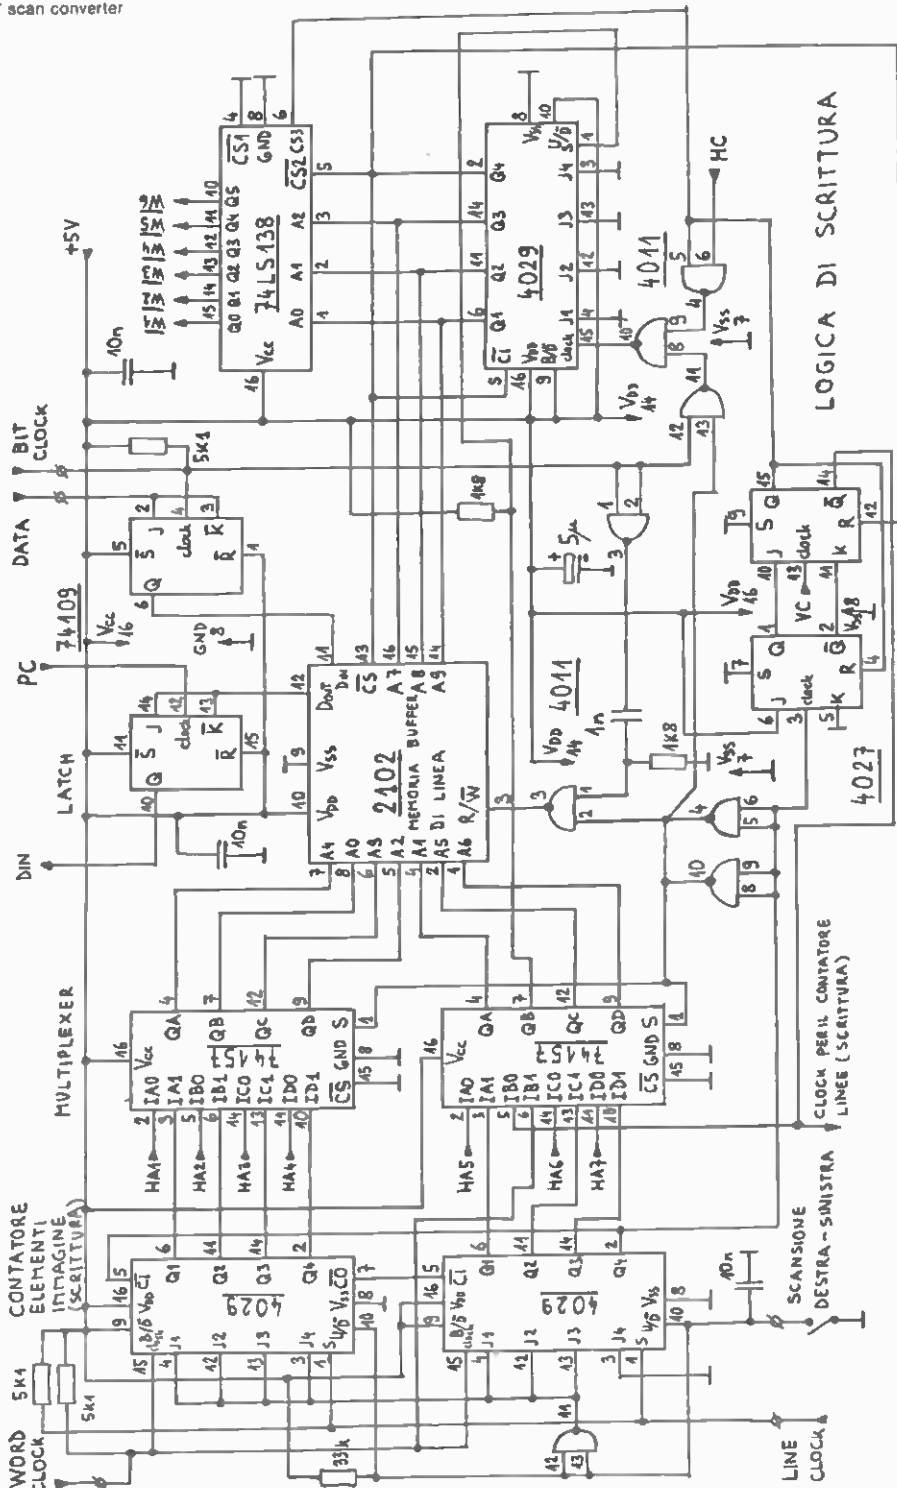
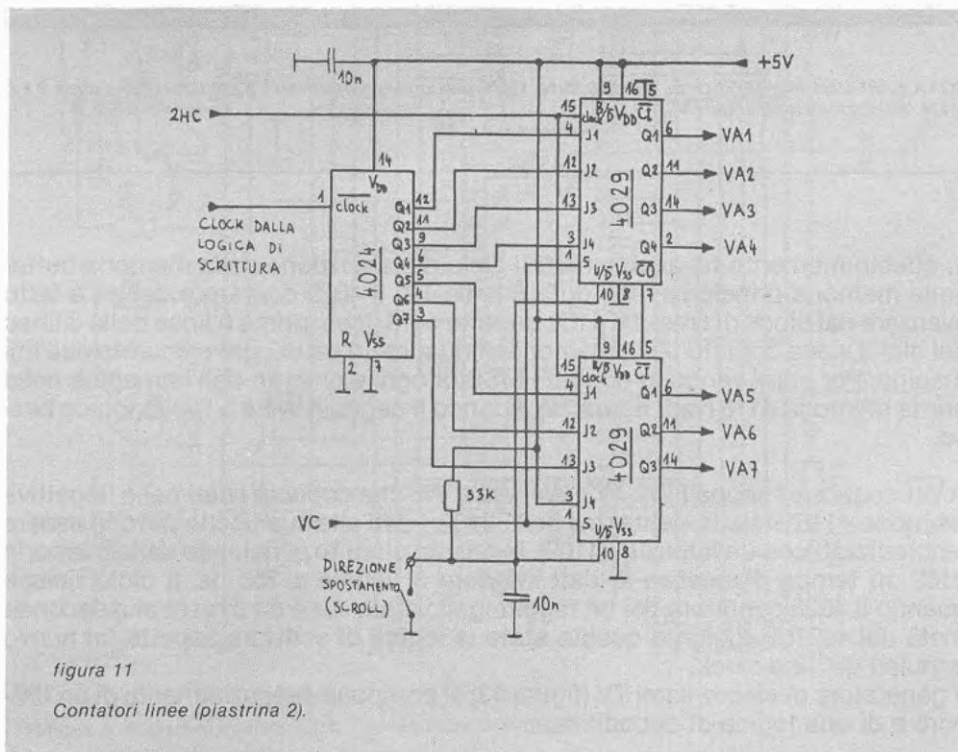

figura 10
figura 11
I segnali provenienti dall'interfaccia APT: data, bit-clock, word-clock e line-clock, contengono tutte le informazioni necessarie: dove e cosa scrivere nella memoria principale di quadro. Poiché era relativamente difficile scrivere direttamente nella memoria di quadro senza disturbare la lettura e quindi l'immagine riprodotta sul TV monitor, ho impiegato una memoria buffer di linea. L'informazione di una linea viene prima scritta in questa memoria ausiliaria e poi, al momento opportuno, durante la ritraccia verticale TV, occorre copiare questa informazione nella memoria principale di quadro. La logica di scrittura (vedi figura 10) viene resettata dal livello alto del line clock.
Il ciclo di scrittura inizia con il livello alto del line-clock, che dà il preset al contatore degli elementi d'immagine di scrittura, composto dai due 4029 connessi in cascata. L'uscita Q4 del secondo 4029 va a zero. Questa uscita comanda, tramite un buffer, il multiplexer (i due 74157) e quando è a zero logico, il multiplexer trasferisce il contenuto del contatore degli elementi d'immagine di scrittura agli address della 2102, inoltre abilita il conteggio di questo contatore (\overline{CI} del primo 4029 è collegato a Q4 del secondo 4029). Il word-clock dà il reset al 4029 contatore dei bit (a destra su figura 10). I dati, provenienti dall'interfaccia APT in for-
Quando il circuito viene impiegato assieme all'interfaccia APT, il contatore dei bit 4029 riceve l'impulso del reset esattamente quando dovrebbe raggiungere lo stato «8». La logica descritta può però tornare molto utile in altri impieghi, per esempio HRPT. L'impulso di word-clock fa anche avanzare il contatore degli elementi d'immagine, perciò i nuovi dati della nuova parola (nuovo elemento dell'immagine) saranno scritti in nuove locazioni della memoria 2102. Dopo 128 impulsi di word-clock la memoria buffer è piena e il suo contenuto può essere copiato nella memoria principale. L'uscita Q4 del secondo 4029 del contatore degli elementi d'immagine va a 1 logico e ferma il contatore in questo stato. Il multiplexer collega gli address della 2102 in parallelo agli address orizzontali (HA1 + HA7) della memoria di quadro. Viene inoltre disabilitata la scrittura nella 2102. Il doppio flipflop 4027 sincronizza la trascrizione dei dati nella memoria di quadro con la ritraccia verticale (di quadro) TV. La prima metà del 4027 (a sinistra su figura 10) riceve l'impulso di clock dall'uscita Q4 del secondo 4029 del contatore degli elementi d'immagine e la sua uscita Q va a livello logico 1. La seconda metà del 4027 copia il contenuto della prima metà quando riceve l'impulso di clock (VC) sincronizzato con la ritraccia verticale TV e dà immediatamente il reset alla prima metà, inoltre fa avanzare il contatore delle linee di scrittura (figura 11) in modo da scrivere in una nuova linea della memoria di quadro.
L'idea mi è venuta osservando il funzionamento dei terminali video alfanumerici dei computer: quando lo schermo è già pieno di testo e si scrive una nuova linea, scompare la linea più in alto e tutte le rimanenti linee del testo si spostano d'una linea in su per dare posto alla nuova linea. Il meccanismo viene chiamato «scroll» e naturalmente è applicabile anche agli scan converters: le nuove linee dell'immagine appaiono (ad esempio) nel fondo dello schermo del TV monitor spostando in su le linee precedenti che alla fine scompaiono in cima. Per spostare le linee già scritte in memoria in su o in giù sullo schermo non è però necessario trascrivere i dati da alcune locazioni della memoria in altre locazioni, basta giocare sugli address in fase di lettura. Il «trucco» è presentato in figura 11. Il 4024 è il contatore delle linee in fase di scrittura, le sue uscite sono collegate ai «preset inputs» dei due 4029, che compongono il contatore delle linee in fase di lettura e forniscono gli address verticali (VA1 + VA7). Supponiamo che l'interruttore «direzione spostamento» sia chiuso, e di conseguenza i due 4029 contino indietro. Supponiamo, anche, che il 4024 abbia raggiunto il numero N. Il clock verticale (VC) presetta i due 4029 al numero N. Quando il VC torna a livello basso, i due 4029 incominciano a contare: N, N—1, N—2, N—3, ... e così via, e al TV monitor vengono inviate le linee nello stesso ordine, N, N—1, N—2, N—3, ... e così via fino alla fine del quadro, quando il VC torna alto e dà di nuovo il preset ai due 4029. Prima che una nuova linea venga iscritta nella memoria di quadro, il contatore 4024 riceve un impulso di clock e il conteggio raggiunge N + 1. Poiché l'iscrizione di una nuova linea avviene durante il periodo di ritraccia verticale, quando il VC è alto, i due 4029 sono «forzati» a N + 1 e la nuova linea viene iscritta nella locazione N + 1. I due 4029 conteranno poi: N + 1, N, N—1, N—2, N—3, ... e così via, e al TV monitor verranno inviate le linee nello stesso ordine: N + 1, N, N—1, N—2, N—3 ... Notate che adesso è in cima la nuova linea N + 1, le linee precedenti sono inviate nello stesso ordine, ma ritardate e perciò spostate in basso sullo schermo.
Un piccolo inconveniente si verifica quando i due 4029 contano avanti: la linea appena scritta si trova in cima, invece di essere al fondo dell'immagine. Tutte le rimanenti linee vengono però spostate nel senso giusto e rappresentate al loro posto giusto. La possibilità d'invertire il senso dello spostamento dell'immagine è utile per non riprodurre immagini «capovolte», visto che vogliamo ricevere sia le orbite nord-sud che le orbite sud-nord dei satelliti. Invertendo il senso dello spostamento è però necessario invertire anche il senso di scrittura nella memoria buffer di linea (vedi figura 10, interruttore «scansione sinistra-destra») per non ricevere immagini «allo specchio».
Il quadro TV generato dal generatore dei sincronismi ha 320 linee. 256 linee sono dedicate al quadro utile, rimangono perciò 64 linee per la ritraccia e i bordi. La memoria di quadro ha soltanto 128 linee, perciò ogni linea viene letta due volte per formare un quadro utile di 256 linee. Il contatore delle linee (in fase di lettura), composto dai due 4029 (vedi figura 11), deve perciò ricevere un clock con il periodo di due linee TV, cioè $128 \mu\text{s}$ (2 HC). Poichè gli schermi dei TV monitor sono rettangolari, anche il formato del quadro utile è stato scelto rettangolare. Nella scelta delle frequenze di sampling e del line-clock ho tenuto conto del formato del quadro utile in modo che le foto, trasmesse dai satelliti, siano riprodotte senza distorsioni geometriche.